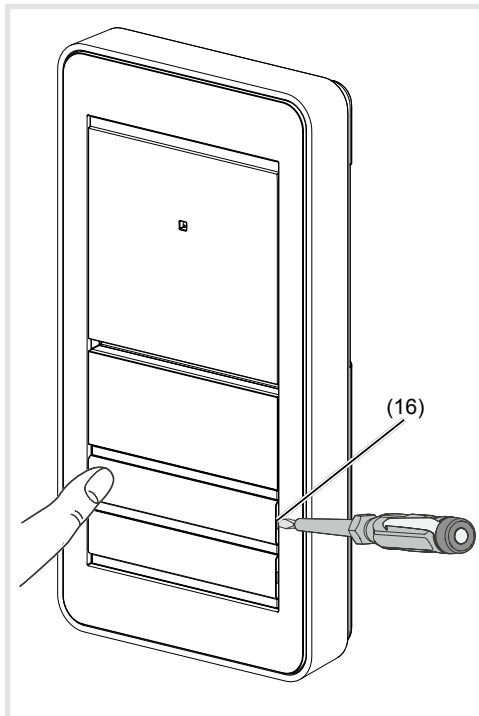

Figura 14: Sostituzione della targhetta nome
- Premere su un lato del tasto di chiamata. Sul lato opposto, diventa accessibile con un cacciavite l'apertura a leva (16).
- Inserire il cacciavite nell'apertura a leva (16) e svitare l'arresto (figura 14).